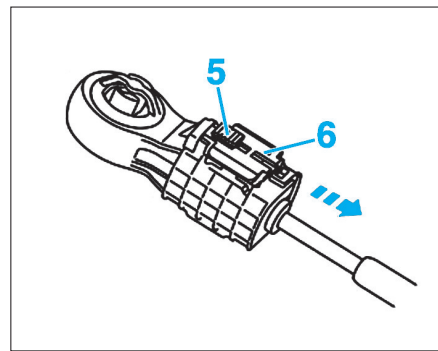

Fig. 7
- Faire coulisser le dispositif de verrouillage (5) du câble de sélection dans le sens de la flèche, pour extraire la butée (6) du câble de sélection (Fig.7).